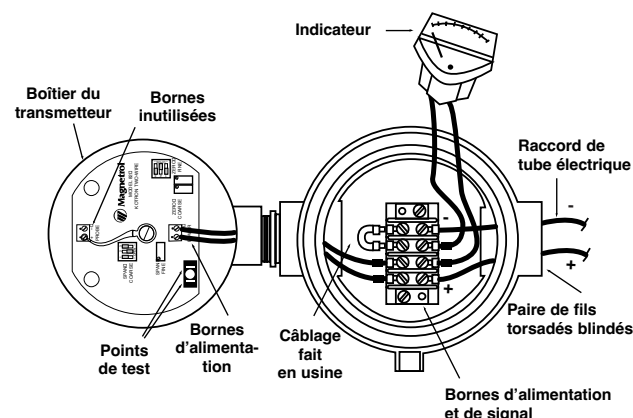

Figure 6
3. Oter les 2 vis du support de l'indicateur. L'indicateur est relié par 2 fils au bornier se trouvant en-dessous. Retirer l'indicateur du boîtier. Repérer le câblage. Voir **figure 6**.
4. Passer les fils d'alimentation par le raccord pour tube électrique du boîtier de l'indicateur. Raccorder le fil d'alimentation positif à la borne (+) et le fil d'alimentation négatif à la borne (-) du bornier situé sous l'indicateur. Voir **figure 6**.